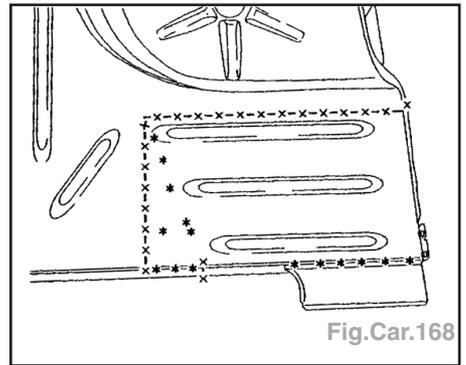

Fig.Car.168
- Dégraffer les points à l'aide d'une fraise de Ø 8 mm (Fig.Car.168).